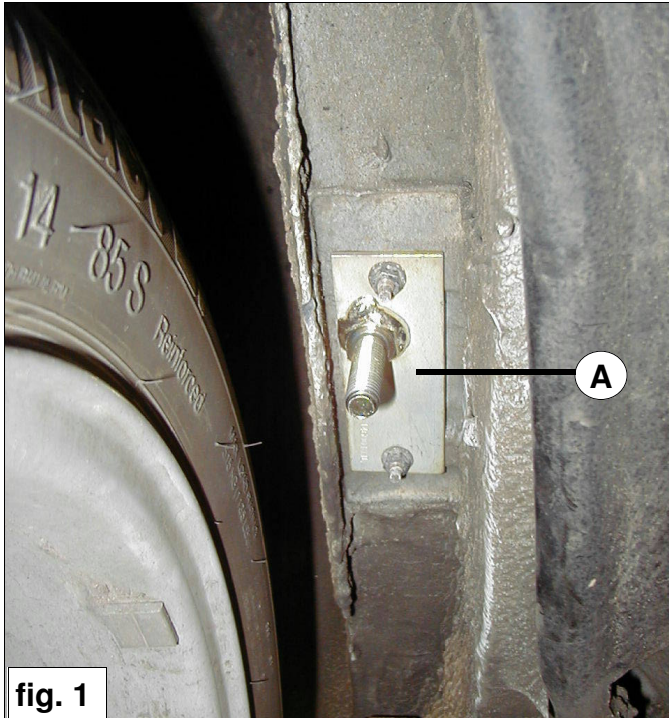

fig. 1
4. Montieren Sie den Bügel **A** auf dem Chassisträger mit dem Bolzen an die Hintenseite des Fahrzeugs. Siehe fig. 1.
4. Montez la bride **A** sur le poutre avec le boulon dirigé vers l' arrière de la voiture. Voir fig. 1.
4. Montera fäste **A** på chassibalken med bulten pekande mot bilens bakåde. Se fig. 1